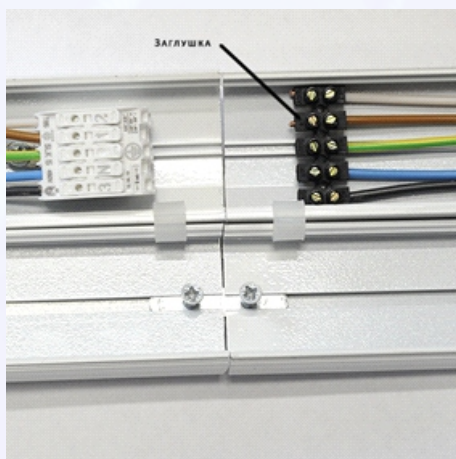

Рис. 6
5.1 Снять заглушку с магистрали (в качестве заглушки используется винтовая клеммная колодка Рис. 6);